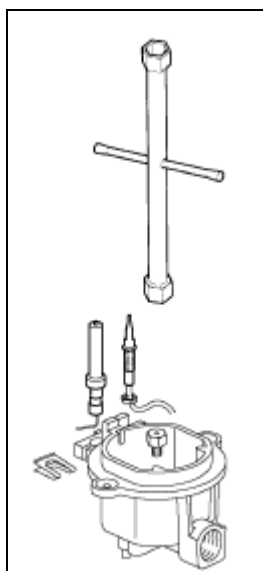

fig.13
4. Con una chiave esagonale a tubo da 7 mm, svitare gli ugelli e sostituirli con quelli previsti per il nuovo tipo di gas (Fig.13) secondo quanto indicato nella tabella N°1